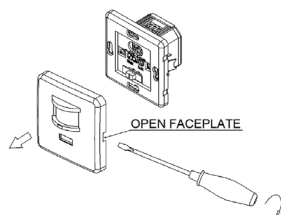

Fig.1
- Retirez la plaque frontale du capteur et ajustez le bouton LUX et le temps. (fig. 1)